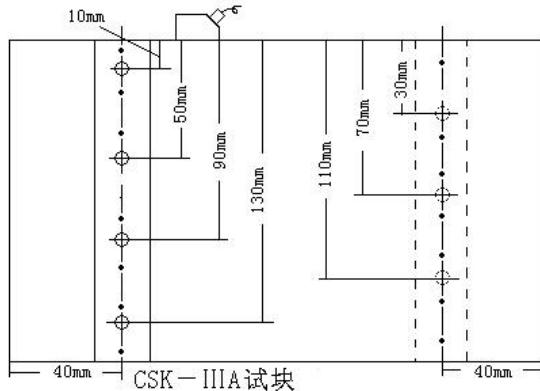

图 4-10
2、将探头 与参考块耦合，使第一个参考点回波达到最高（我们用CSK-IIIA试块如图4-10）。